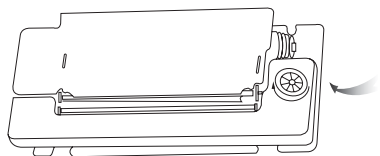

图3-7
(4) 色带匣装好后，应开机并让机器空走一段，并观察新色带转轴应随机头运动而转动，则表明安装色带匣正常完成，否则应检查后再次安装，或色带轴确实不转动则表明打印机构有故障，应立即送修(如图3-7所示)。